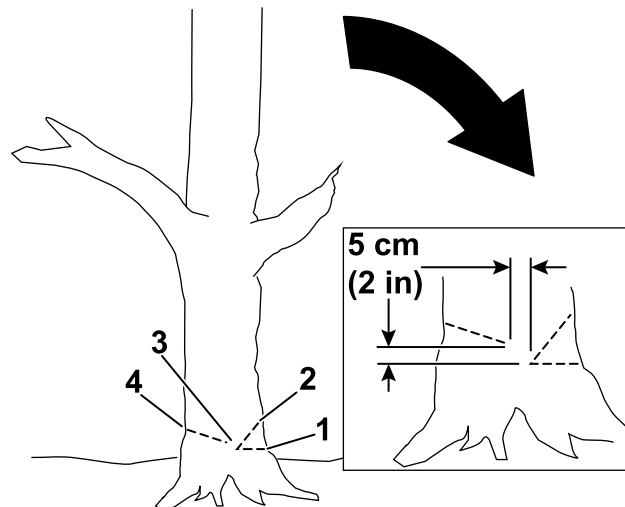

Figura 16
4. Fate un primo taglio profondo un terzo del diametro dell'albero dalla parte verso la quale si vuole far cadere l'albero (Figura 16).
5. Fate un secondo taglio in modo tale che forni una tacca con il primo, iniziando a tagliare a una distanza di almeno 5 cm sopra il primo taglio (Figura 16).
6. Fate il taglio posteriore sul lato opposto a quello della tacca e a un'altezza di circa 5 cm maggiore rispetto al primo taglio, come illustrato in Figura 16.
**Importante:** Terminate il terzo taglio a una distanza di 2,5–5 cm dalla tacca, in modo da creare tra i tagli una cerniera (Figura 16) che impedisca all'albero di cadere nella direzione sbagliata o di torcersi durante la caduta.
**Nota:** Mentre il taglio posteriore si avvicina alla cerniera (Figura 16) l'albero dovrebbe iniziare a cadere.